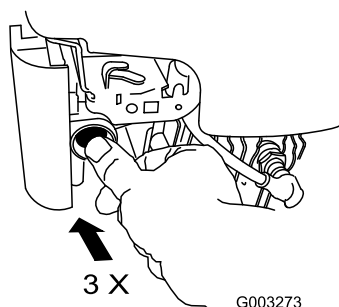

Bild 23
1. Drücken Sie die Kaltstarthilfe dreimal kräftig mit dem Daumen, halten Sie die Kaltstarthilfe jeweils für eine Sekunde gedrückt (Bild 23).